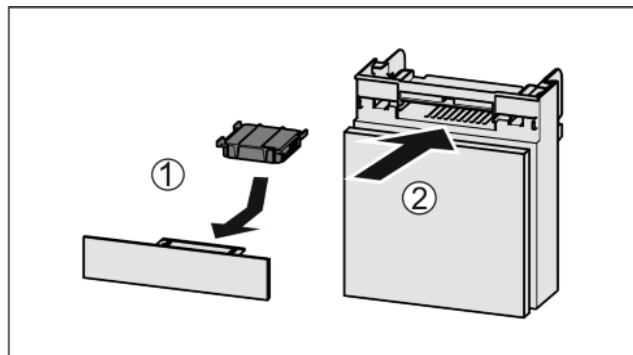

Fig. 34
- ▶ Wkładać Fig. 34 (1) filtr z węglem aktywowanym zgodnie z ilustracją.
- ▶ Wsunąć komorę Fig. 34 (2).